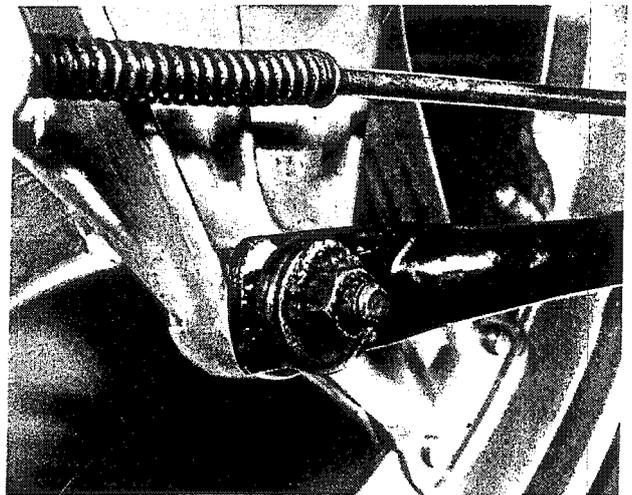

Bild 223
- Den Bremsanker von der Bremsankerplatte und von der Schwinge lösen. Beide Befestigungsmuttern sind mit Splinten gesichert (Bild 223). Die Einstellmutter von der Zugstange abschrauben und die Zugstange aus dem Gabelbolzen des Bremsnockenhebels herausziehen. Die Einstellmutter wieder aufschrauben, damit die Feder nicht verlorengeht.